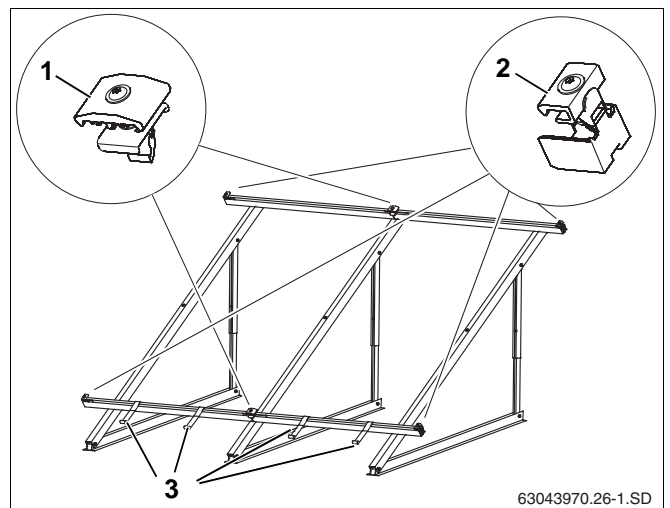

Fig. 43 Fastgørelseselementer til solfangeren
Solfangerne fastgøres på profilskinnerne med de ensidede opspændingsanordninger (fig. 43, **pos. 2**) ved start og slut på solfangerrækken og dobbeltsidede opspændingsanordninger (fig. 43, **pos. 1**) mellem solfangerne.
Endvidere forebygges det med nedskridningssikringer (fig. 43, **pos. 3**), at solfangeren glider ned.